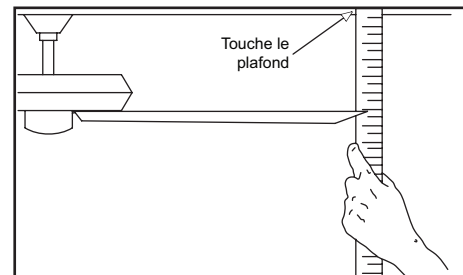

Figure 16
2. La plupart des problèmes d'oscillation sont causés par la hauteur inégale des pales. Vérifiez la hauteur des pales en choisissant un point au plafond, au-dessus de l'extrémité de l'une des pales. Mesurez la distance entre un point au centre de chaque pale et ce point au plafond. Mesurez cette distance de la façon illustrée à la Figure 16. Faites tourner le ventilateur pour que la pale suivante soit en position pour la mesure. Répétez pour chaque pale. Les écarts de mesures devraient être inférieurs à 3,17 mm. Faites fonctionner le ventilateur pendant 10 minutes.